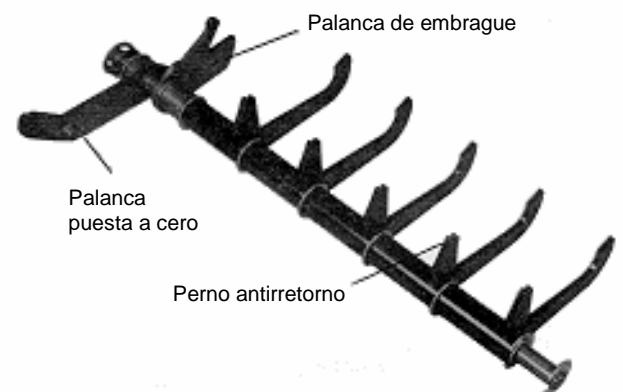

Figura 12. Conjunto perno antirretorno
Ver figura 12. Pueden cambiarse los pernos antirretorno individuales, la palanca de puesta a cero y la palanca de embrague.
b. Instalar las piezas, las arandelas de retención y las arandelas como se indica en la figura 12. Asegurarse de montar las piezas para que estén en la buena dirección. Comprobar el juego (figura 26).